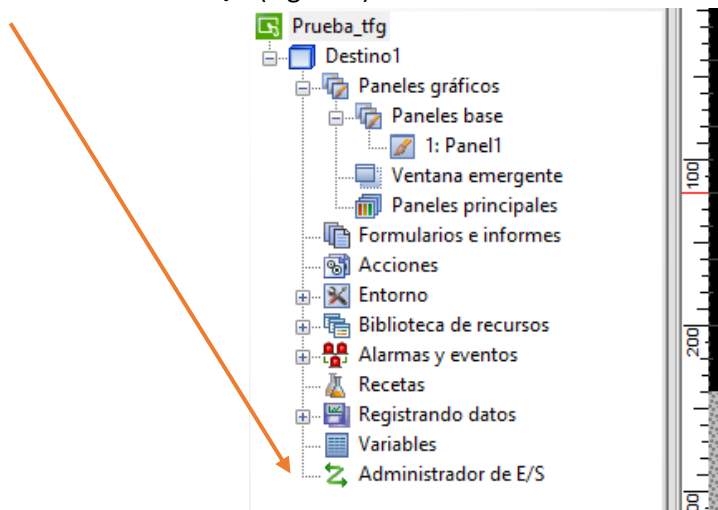

Figura 2. Añadir un controlador al proyecto.
3. Una vez esté el proyecto creado, hay que añadir un controlador; sin este paso solo se podría desarrollar el proyecto a nivel local. Para ello, en el navegador de la parte izquierda de la pantalla, en último lugar esta la opción de añadir un nuevo controlador, **Administrador de E/S** (Figura 2).